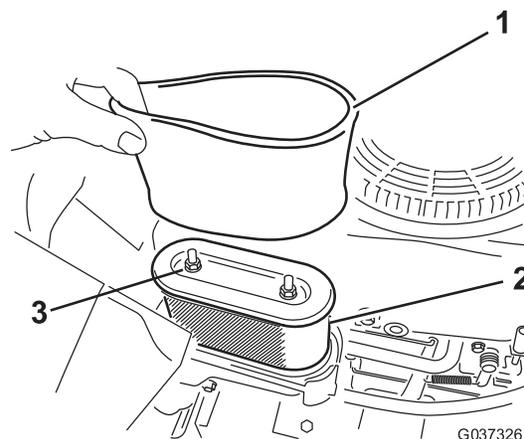

Bild 19
4. Entfernen Sie die beiden Muttern, mit denen die Filterbaugruppe im Filtergehäuse befestigt ist (Bild 19).